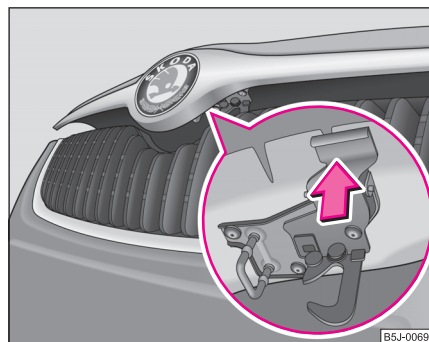

Abb. 142 Kühlergrill: Sicherung
- Drücken Sie die Sicherung ⇒ Seite 208, Abb. 142, die Motorraumklappe entriegelt sich.